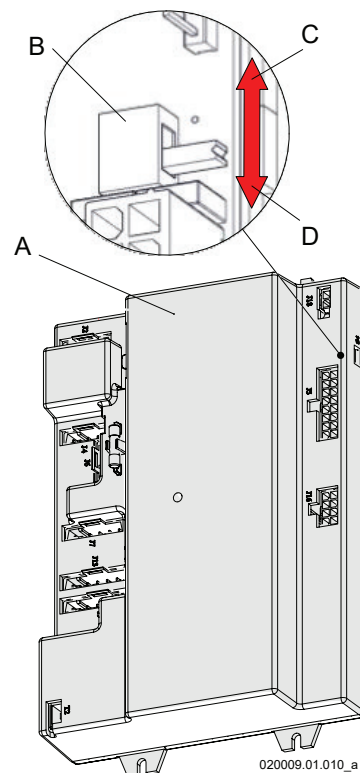

Figura 8-15
- 9.-spostare il selettore "S4" come in Figura 8-15, da posizione OFF alla nuova posizione ON;
- Legenda Figura 8-15